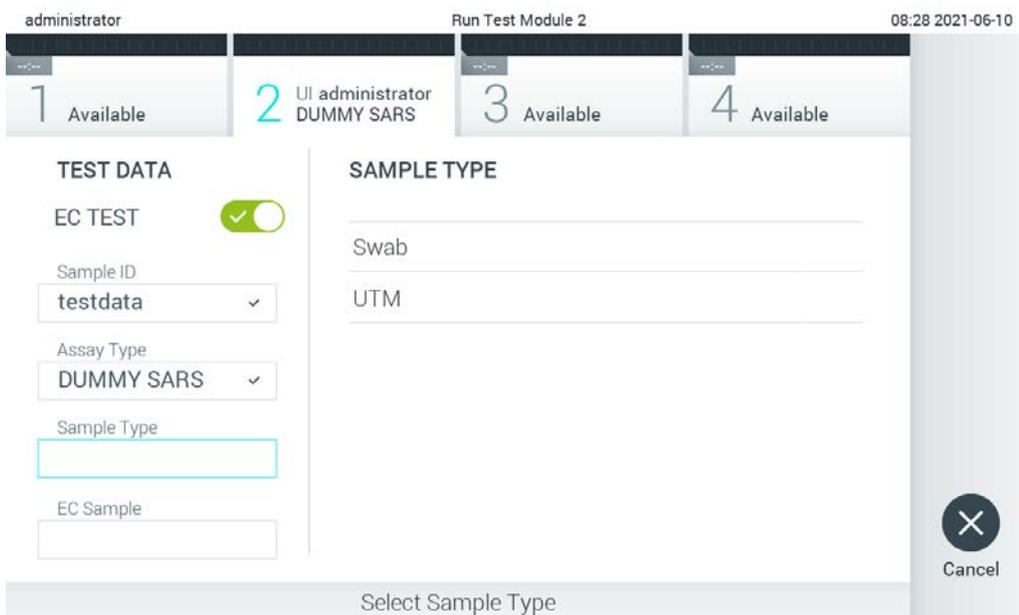

Figure 90. Choisir un type d'échantillon.
5. Si nécessaire, sélectionnez le type d'échantillon approprié dans la liste (figure 90).